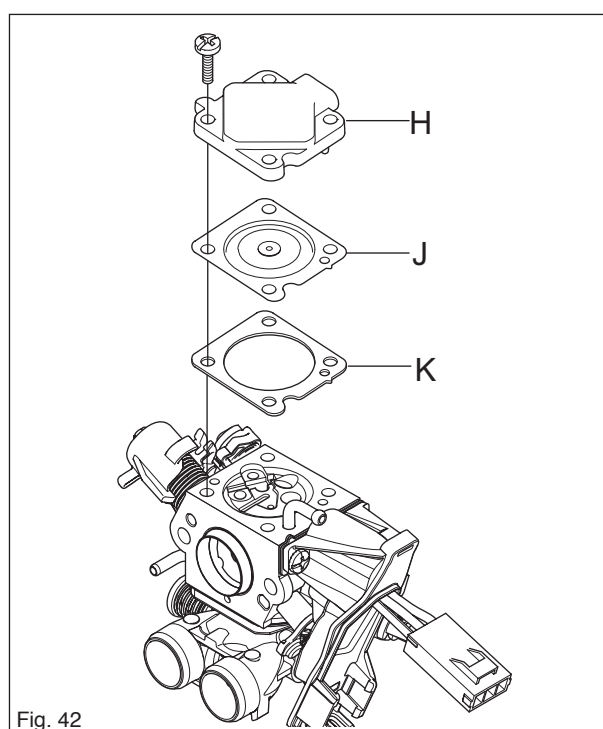

Fig. 42
7. Monter la garniture K, la membrane de guidage J et le couvercle de pompe H, voir figure 42.